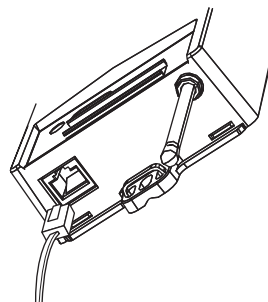

図7 コネクタ付きケーブル差込口
② 天吊棒にネグロス社 形番69B相当品 (別途手配品) 2個を5~10 mm程度の間隔を空けて、はめ込み、固定します。
③ 形番69B金具に付属されているM5ねじで、本体と形番69B相当品を固定します。
④ コネクタ付きケーブル (形番940-SP-3088R) を本体の差込口に差し込み (図7参照)、反対側をコントローラのUSER I/Fコネクタに接続します。コネクタ付きケーブルの長さは最長50 mです。
- ③ コネクタ付きケーブル (形番940-SP-3088R)を本体の差込口に差し込み (図7参照)、コントローラのUSER I/Fコネクタに接続します。コネクタ付きケーブルの長さは最長50 mです。